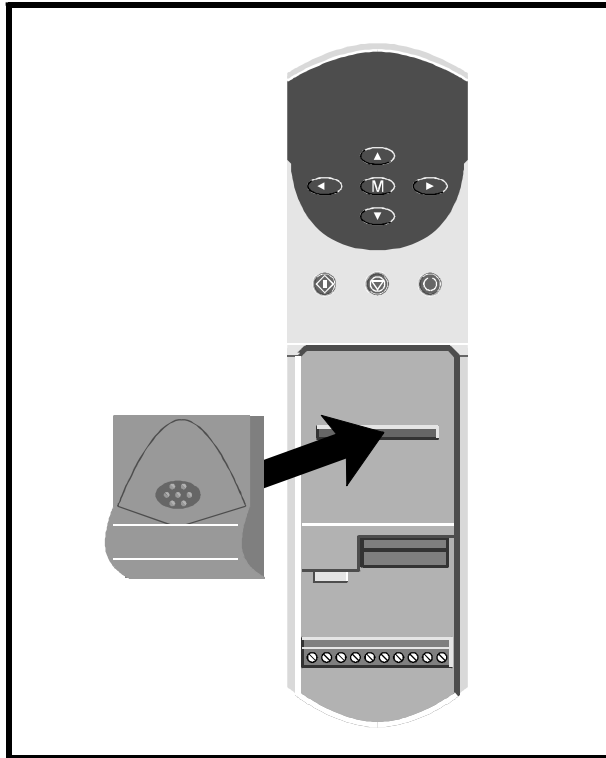

Figura 1 *Instalación del UD52 en el Unidrive*
- 5 Coloque el conector de varias vías en la parte posterior del UD52, encima del conector del accionamiento (consulte la Figura 1), y presione en el soporte táctil hasta colocar el UD52 en su lugar.